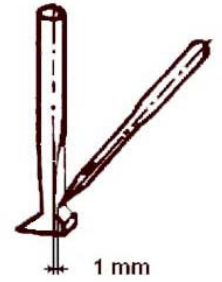

Figura 15
NOTA: Quando o looper estiver no seu avanço máximo para a direita e por baixo da agulha, conforme figura acima (14), a agulha deverá estar a uma distância de 1,0 mm do looper (figura 15).